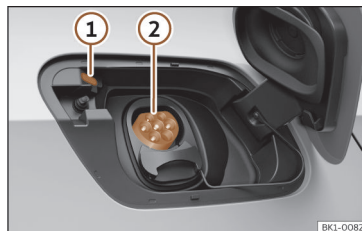

Fig. 52 Por trás da tampa de carregamento da bateria na parte traseira direita: Tomada de carregamento.
>>> **Fig. 52**
- Com o veículo destrancado, ao pressionar a tampa de carregamento da bateria esta abre-se >>> **Fig. 52.**
O LED (indicador do processo de carregamento) da tomada de carregamento pisca e emite cintilações brancas >>> **Fig. 52 1** >>> **Página 75.**